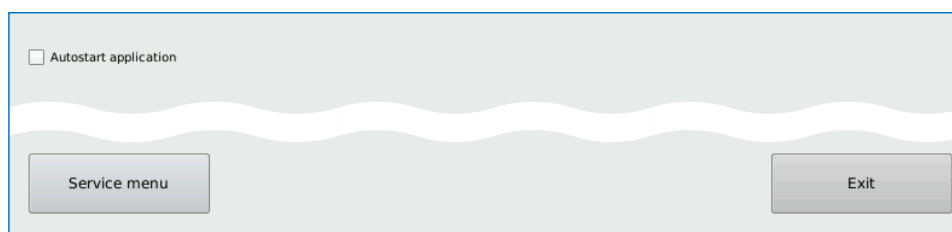

Рисунок 268 – Сервисное меню
- пока индикатор не заполнился до конца, коснуться сенсорной панели в любой области дисплея для открытия сервисного меню, иначе окно будет закрыто. Нажать кнопку **Service menu** для открытия окна со списком сервисных команд. Для выхода из сервисного меню нажать кнопку **Exit** (Рисунок 268). Для автозапуска приложения установить флажок в строке **Autostart application**.